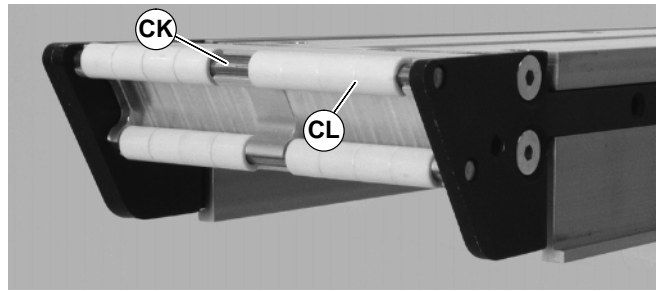

Abbildung 55
3. Die Lagerwelle (CK siehe Abbildung 55) seitlich aus dem Förderband schieben, und die Lager nach Bedarf (CL) austauschen.